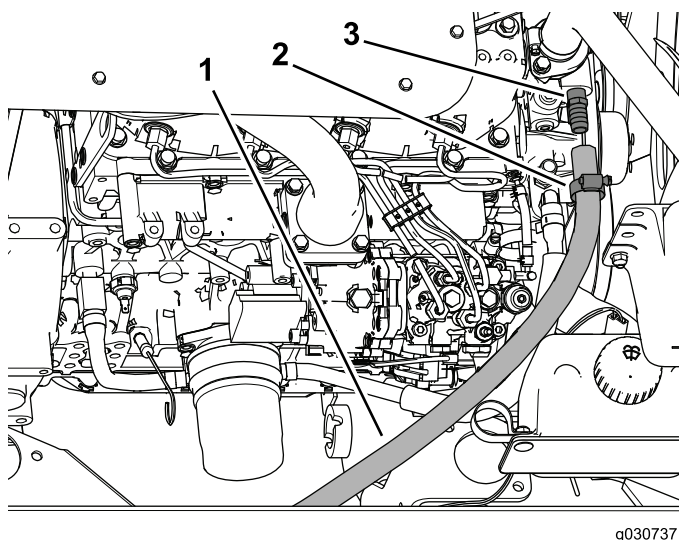

Рисунок 39
5. Наденьте шланговый хомут на подающий шланг, затем наденьте шланг на штуцер (3/8 NPT x 0,625 [ступенчатая поверхность]), как показано на Рисунок 39.